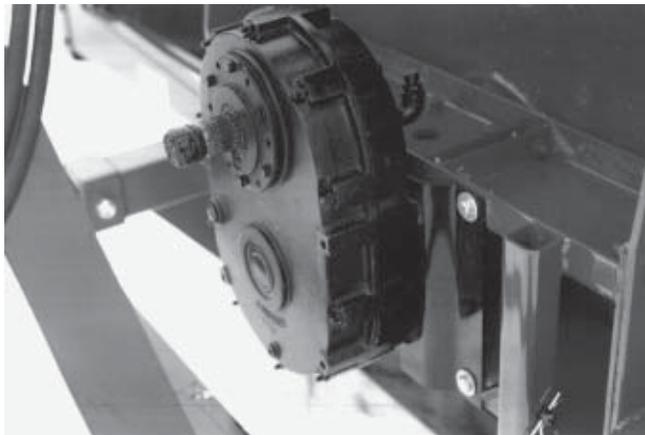

Figure 19
- 3) Si votre souffleuse est équipée du réducteur de 1000/540 tours par minute optionnel, fixez-le sur la boîte d'engrenage à l'aide des braquettes fournies dans l'ensemble (Fig. 19).